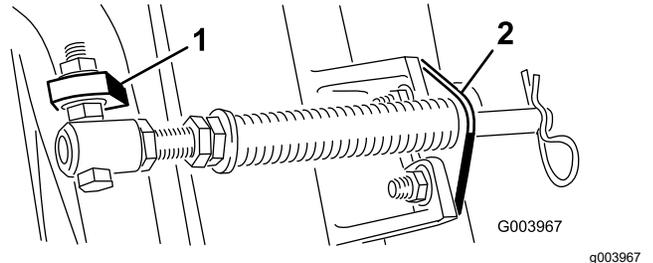

Figure 11
**Remarque:** Placez la tête du boulon sur le côté extérieur de la patte, comme montré à la Figure 11.
- E. Montez le support de tige sur les pattes de l'unité de coupe à l'aide des boulons de carrosserie et des écrous (Figure 11). Sur l'unité de coupe, montez le guide-flexible gauche devant les pattes de l'unité quand vous reposez le support de tige (Figure 13).